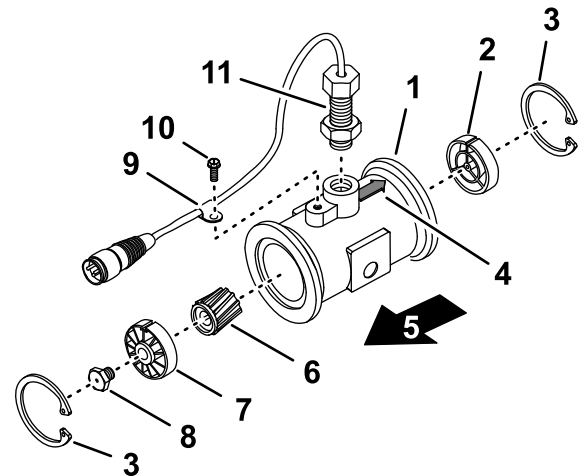

Figura 106
3. Retire el anillo de sujeción del lado “aguas arriba” (Figura 106).